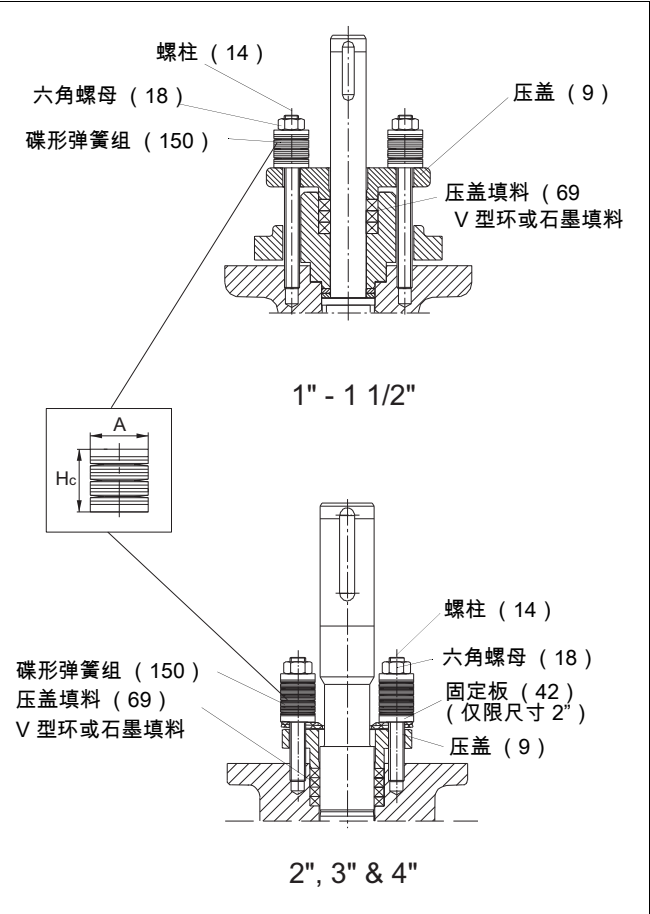

图 14 压盖填料
- 将新填料环（69）放到阀杆（5）上。压盖（9）可用于将环推入埋头孔中。请勿损坏阀杆键槽中的填料环。请参见图 14。拧紧已拆下的螺柱。
- 拆下压盖螺母和一个螺柱，安装固定板（42，仅限尺寸 2"）和已拆下的螺柱，然后将碟形弹簧组（150）放到压盖螺柱上。拧紧螺母（18），将碟形弹簧压缩至高度 H_c ，请参见表 1。用 Loctite 221 等锁固剂，将螺母锁定。请参见图 14。